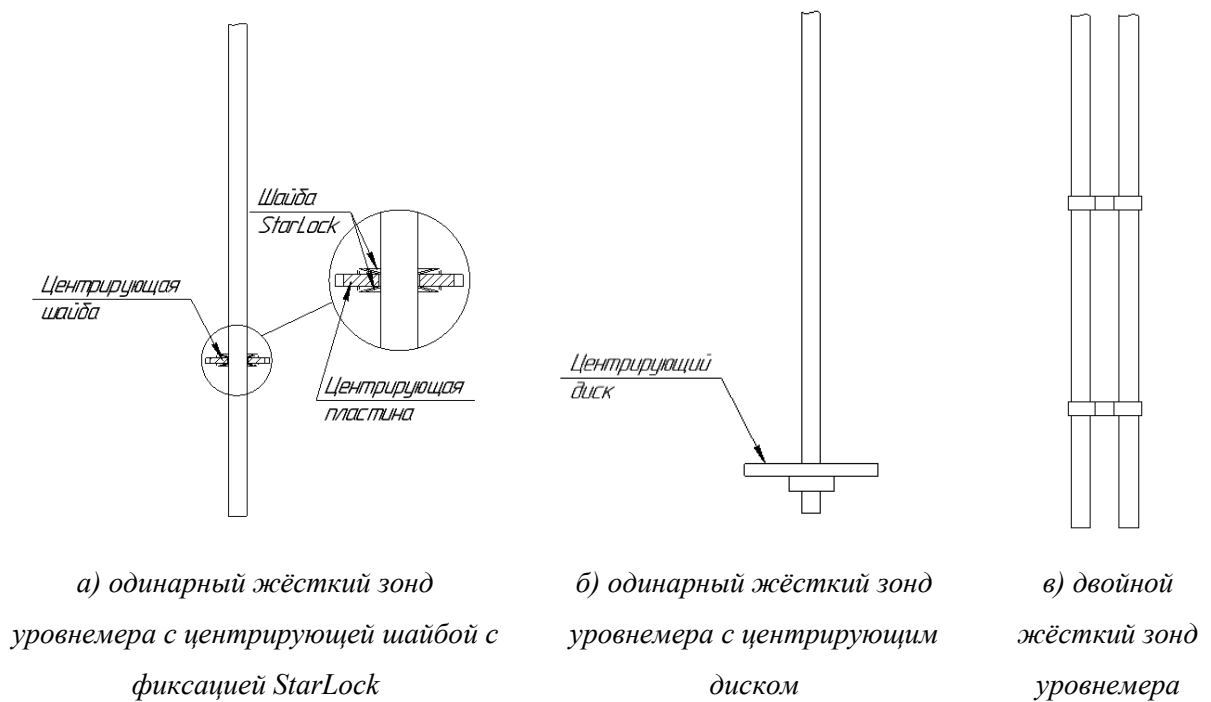

Рисунок 44 – Жёсткие зонды уровнера
3.2.4.2 Укорачивание жёстких одинарных и двойных зондов (рисунок 44)